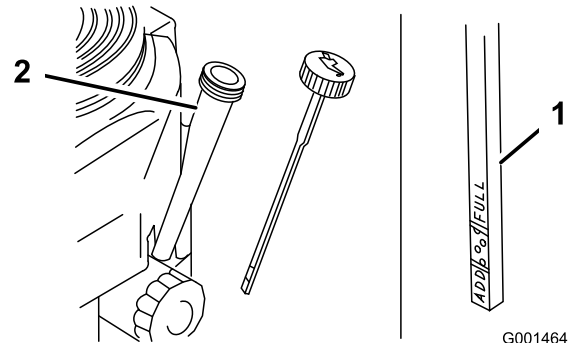

Figure 24
4. Nettoyez la surface autour de la jauge d'huile (Figure 24) pour éviter que des impuretés ne s'introduisent dans le goulot de remplissage, ce qui risquerait d'endommager le moteur.
5. Retirez la jauge d'huile et essuyez soigneusement son extrémité (Figure 24).
6. Remettez la jauge au fond du tube de remplissage, mais sans la visser (Figure 24).
9. Versez avec précaution environ 80% de la quantité d'huile spécifiée dans le goulot de remplissage (Figure 24)